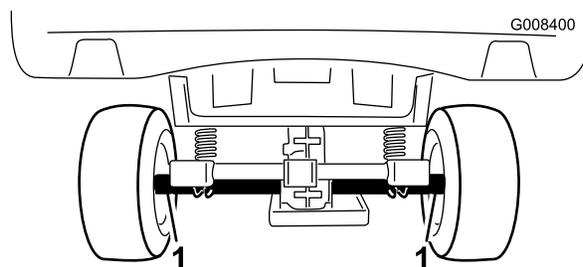
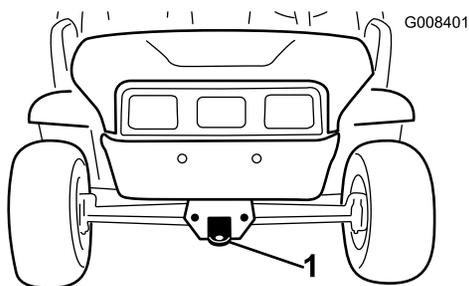

Figura 22
Figura 21
Utilizzate un rimorchio se dovete trasportare la macchina a distanze considerevoli. Accertatevi che la macchina sia fissata al rimorchio. Vedere Figura 21 e Figura 22 per conoscere la posizione dei punti di attacco.
2. Fissate una fune di traino al timone sulla parte anteriore del telaio della macchina (Figura 21).